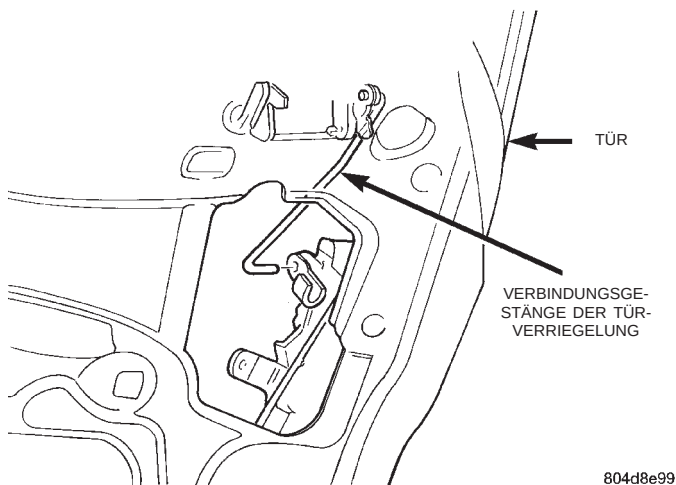

Abb. 31 Verbindungsgestänge der Türverriegelung und des Türschlosses an der Türverriegelung
(5) Die Verbindungsgestänge der Türverriegelung und des Türschlosses aus dem Türaußengriff und dem Schließzylinder der Türverriegelung aushängen (Abb. 31).